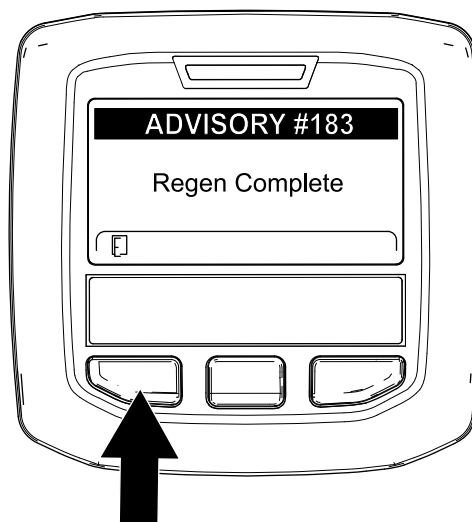

Bild 62
9. Wenn der Motorcomputer eine geparkte Regenerierung oder eine Wiederherstellung-Regenerierung abschließt, wird im InfoCenter ADVISORY #183 (Bild 62) angezeigt. Drücken Sie die linke Taste, um den Homebildschirm anzuzeigen.